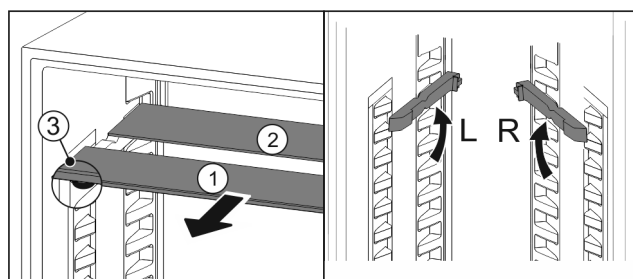

Fig. 19
- ▶ Skleněné desky jednotlivě vytáhněte dopředu Fig. 19 (1).
- ▷ Skleněná deska Fig. 19 (1) s ozdobnou lištou leží vpředu.
- ▷ Záračky Fig. 19 (3) směřují dolů.